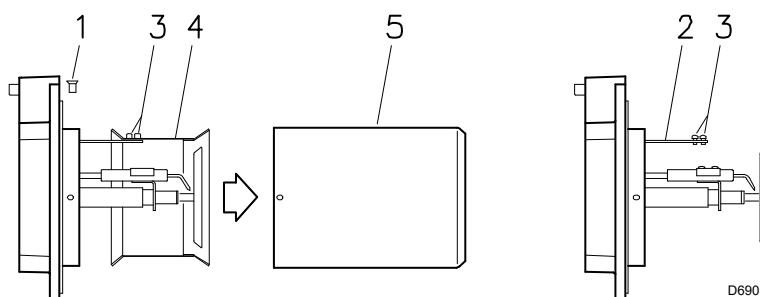

Fig. 7
- svitare le viti 1)(Fig. 7) e smontare il bocaglio 5);